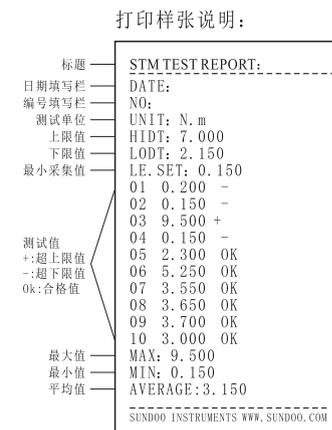

图9
- 2、当RS-232串口输出模式设置为Pr.2时, 为输出至微型打印机打印储存的10组测试报告。按下“打印”键, 屏幕“Print”闪烁, 同步打印出测试报告, 打印样张(如图9):